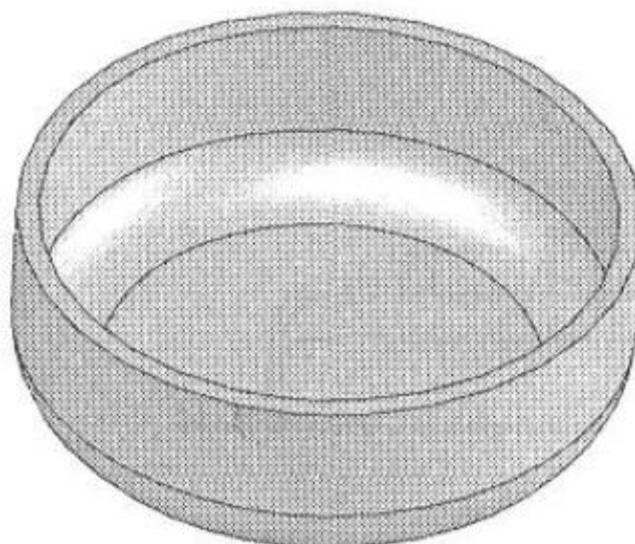

Рис. 4.29. Оболочечный элемент добавлен к модели .
2. Сделайте модель оболочечной, используя инструмент Shell (Оболочка), как показано на рис. 4.29.
3. Щелкните на кнопке **ОК** в менеджере свойств оболочки. Модель, полученная в результате добавления этого элемента, приведена на рис. 4.29.